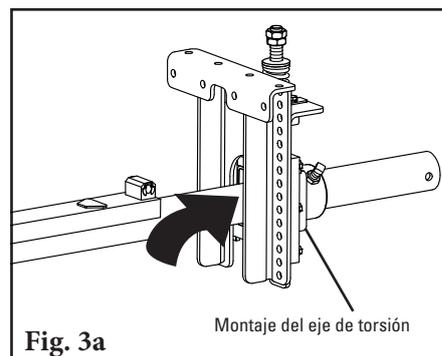
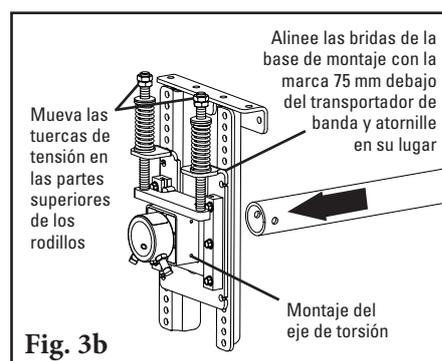

Fig. 3a
Fig. 3b
3. **Instale el eje.** Quite el cartucho del eje. Deslice el eje en el montaje del eje de torsión SST tanto como sea necesario (Fig. 3a). Luego localice el otro extremo en el montaje del eje de torsión del tensor CST y sujete la base de montaje al soporte largo, alineando las bridas con la posición que marcó anteriormente (Fig. 3b). Ajuste las tuercas de tensión en las partes superiores de los rodillos de ajuste.